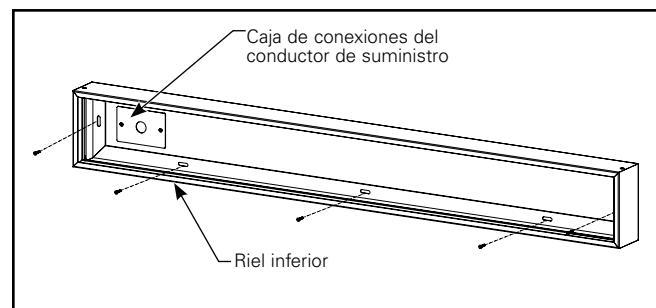

Figura 11.
Nota: Se recomienda montar la caja de modo que la caja de conexiones del conductor de suministro esté ubicada en un extremo de la caja. Esto asegurará que haya suficiente espacio libre dentro de la caja para un exceso de conducto de metal flexible. (Figura 11.)
- B3. Fije la caja a la pared usando el hardware apropiado (no incluido) para asegurar ambos rieles cortos y el riel largo inferior a la superficie. Asegúrese de que la caja permanezca cuadrada durante el montaje. El espacio de las ranuras de montaje es de 16 pulgadas de centro a centro. (Figura 11.)